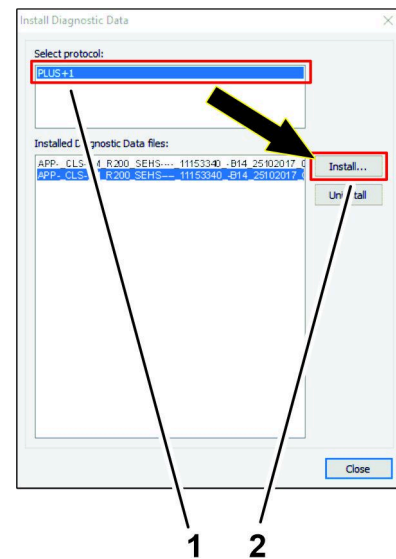

Figura 54
2. En el cuadro de diálogo Select Protocol (Seleccionar Protocolo), haga clic en el icono PLUS+1, y pulse el icono INSTALL (Instalar) (Figura 54).